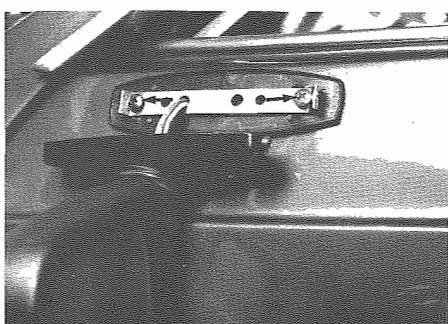

Fig. 2 - Viti di fissaggio
- Allentare le viti di fissaggio (**Fig. 2**) e smontare la piastrina di supporto. Estrarre i cavi elettrici.
AVVERTENZA - La piastrina di supporto ha un verso di montaggio: la freccia stampigliata sopra deve essere diretta verso la vite di fissaggio (**Fig. 2**).
- Loosen fixing screws (**Fig. 2**) and disassemble support plate. Take out wires.
CAUTION - The support plate has an assembly direction: the stamped arrow to be pointing the fixing screw (**Fig. 2**).